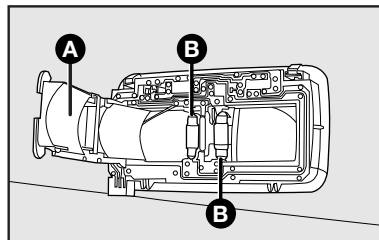

fig. 38
- 4) saque la lámpara **B-fig. 38** y sustitúyala;